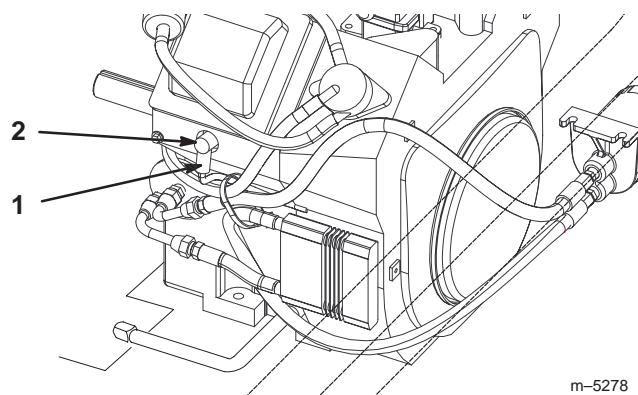

Figure 59
2. Débranchez les fils des bougies (Fig. 59). Nettoyez la surface autour des bougies pour éviter que des impuretés endommagent le moteur en tombant à l'intérieur.
3. Connectez les fils aux bougies (Fig. 59).